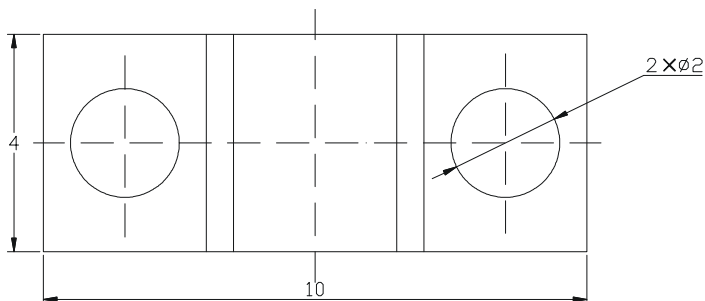

图 2-5-14
STEP 05 使用 MIRROR 命令镜像复制上一步操作中绘制的线段，最终效果如图 2-5-14 所示。其具体操作如下：